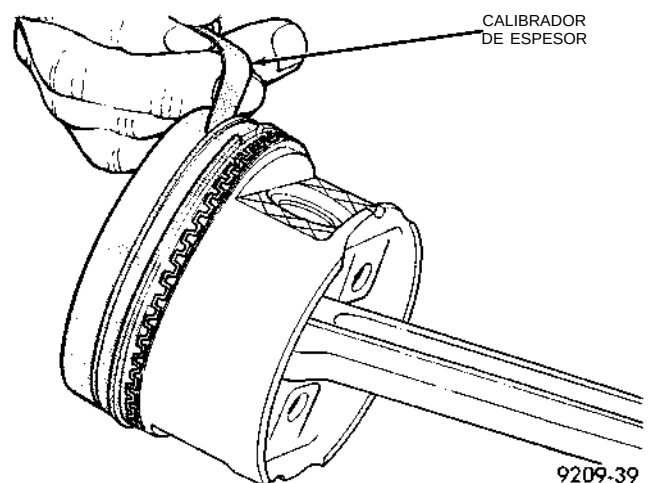

Fig. 6 Luz lateral de aro de pistón
(2) Verifique la luz lateral entre el aro de pistón y la acañaladura (Fig. 6). Consulte las especificaciones (Fig. 7).